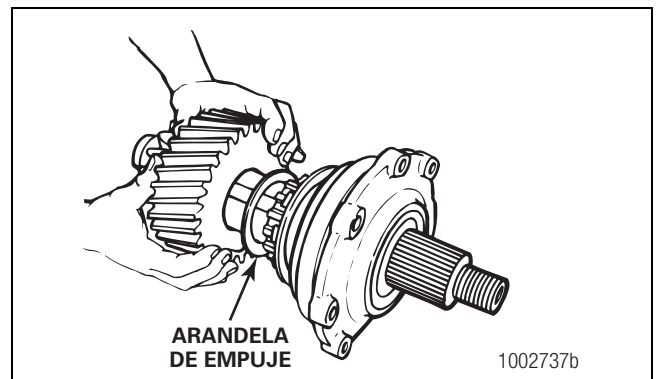

Figura 3.32
- Retire el engranaje propulsor helicoidal del eje impulsor. Retire la arandela de empuje del engranaje. Figura 3.32.